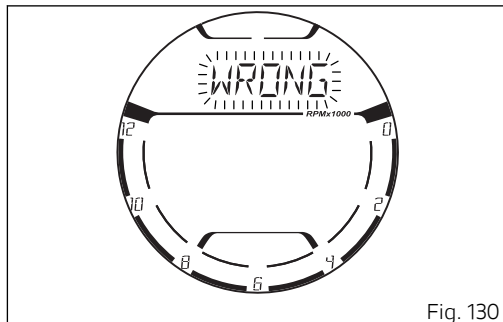

Fig. 130
Una vez configurada la cuarta cifra, presionando el pulsador (4) (Fig. 129), el salpicadero controla si el PIN CODE introducido corresponde al memorizado. En el caso en que no corresponda, el display visualiza durante 3 segundos la inscripción parpadeante "WRONG" (Fig. 130).